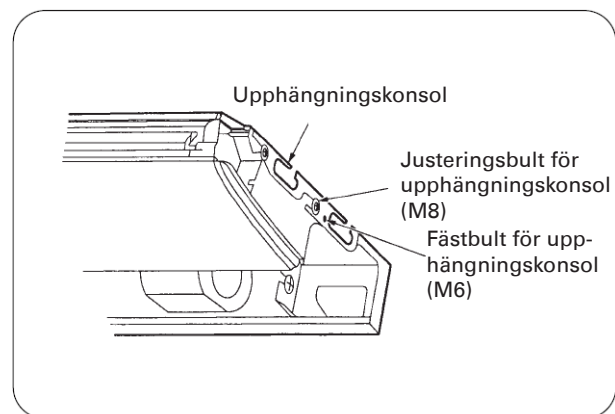

Fig. 5
- 2) Lossa de två främre inställningsbultarna för upphängningskonsolerna (M8) på varje sida mindre än 10mm. Ta bort de två främre fästskruvarna för upphängningskonsolerna (M6) på baksidan. Lossa upphängningskonsolen genom att dra den bakåt (se Fig.5).
6) Dra åt bägge inställningsbultarna för upphängningskonsolerna (M8) ordentligt (se Fig.5)
7) Dra åt bägge fästbultarna för upphängningskonsolerna (M6) för att förhindra att enheten rör sig. (se Fig.5)